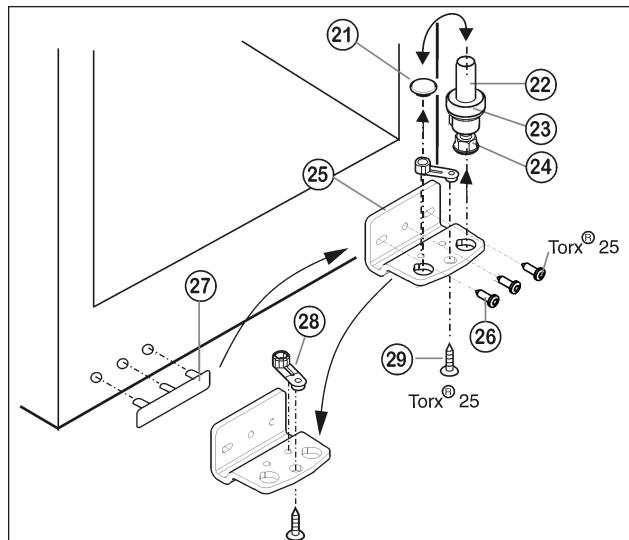

Fig. 5
- Извлеките опорный винт Fig. 5 (22) в комплекте с шайбой Fig. 5 (23) и регулируемой опорой Fig. 5 (24), вытягивая его вверх.
- Снимите пробку Fig. 5 (21).
- Открутите Fig. 5 (26) опорный кронштейн Fig. 5 (25).
- Открутите Fig. 5 (29) опорную деталь Fig. 5 (28) и, переставив в отверстие на противоположной стороне опорного кронштейна, снова прикрутите.
- Осторожно снимите и переставьте на противоположную сторону крышку со стороны ручки Fig. 5 (27).
- Снова прикрутите опорный кронштейн Fig. 5 (25) на новой стороне шарнира (**с моментом 4 Нм**). При необходимости используйте аккумуляторный шуруповерт.
- Переставьте пробку Fig. 5 (21) в свободное отверстие.
- Вновь установите опорный винт Fig. 5 (22) в комплекте с шайбой и регулируемой опорой. При этом фиксатор должен быть направлен назад.
- ▶ Установите дверцу сверху на нижний опорный палец Fig. 5 (22).
- ▶ При необходимости выровняйте дверцы через два продольных паза в нижнем опорном кронштейне Fig. 5 (25) параллельно корпусу устройства. Для этого выкрутите средний винт.